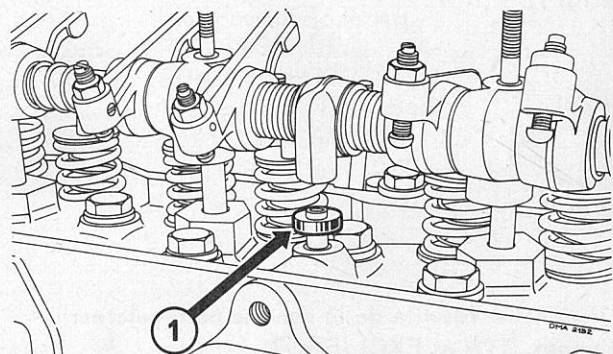

Fig. 5
Déposer le cache culbuteurs, la rampe de culbuteurs (Fig. 5), (attention au joint (1) sous le raccord d'arrivée d'huile), les tiges de culbuteurs et le raccord de graissage des culbuteurs sur la culasse.